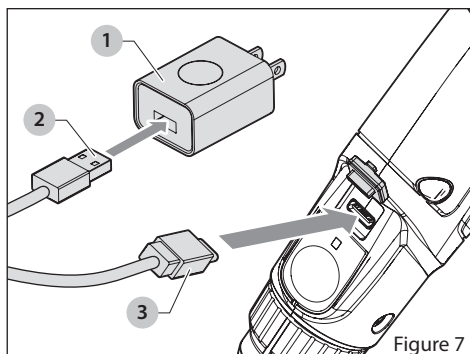

Figure 7
1. Branchez le chargeur (1) dans une prise appropriée.
2. Assurez-vous que le câble USB-C (2) est entièrement inséré dans le chargeur.
3. Insérez l'autre extrémité du câble USB-C (3) dans le port de charge situé au-dessus de l'interrupteur d'alimentation sur la poignée de l'outil de lance électrique. Voir Figure 7.